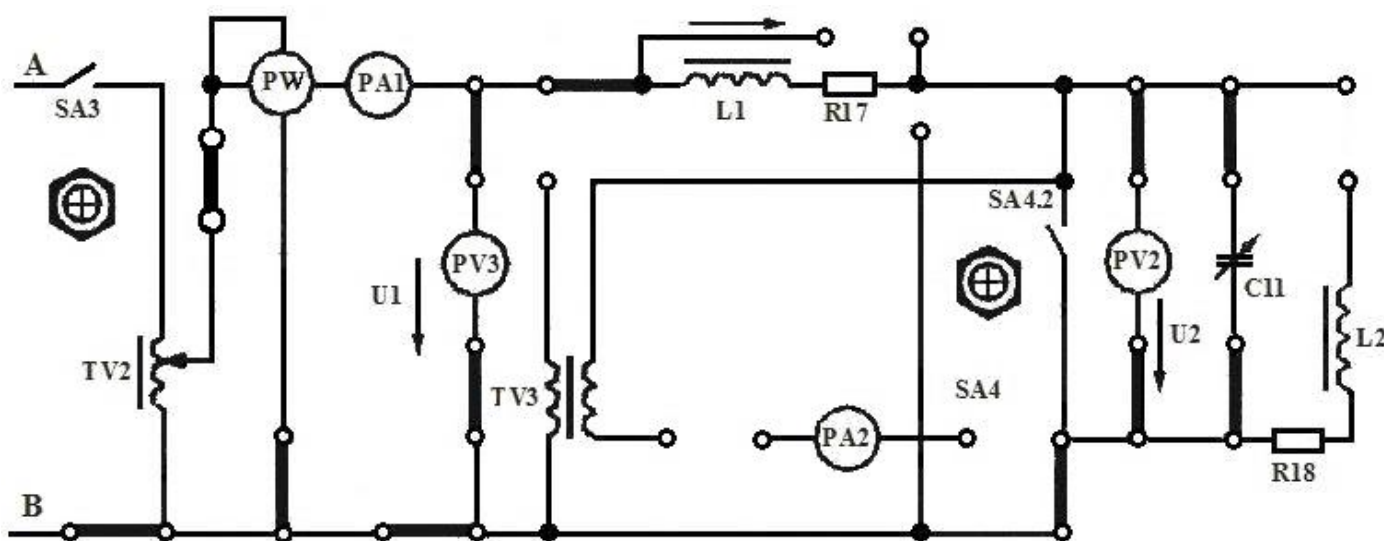

Рис. 4.1.
2. Собрать схему рис. 4.1, при этом: - PV2 и C11 не подключать;
11. Собрать схему рис. 4.1. PV4 подсоединить проводами к L1 (на схеме управляемого выпрямителя). Убедиться, что тумблер SA4 выключен (рычажок вниз).